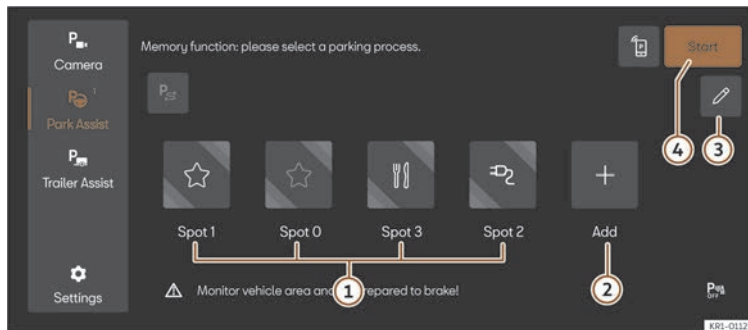

Fig. 157 Reprezentare schematică: Meniul sistemului de parcare cu funcție de memorie.
4. Selectați suprafața de comandă funcții, alocați simbolul dorit (>>> **fig. 157 ①**) și confirmați.
2. Dacă este necesar, faceți clic pe pictograma pentru locul de parcare disponibil în meniul Sistem de parcare >>> **fig. 157 ①**. Suprafața de comandă funcții va fi afișată în culoarea cupru.
3. Apăsăți butonul **Start** >>> **fig. 157 ④**.